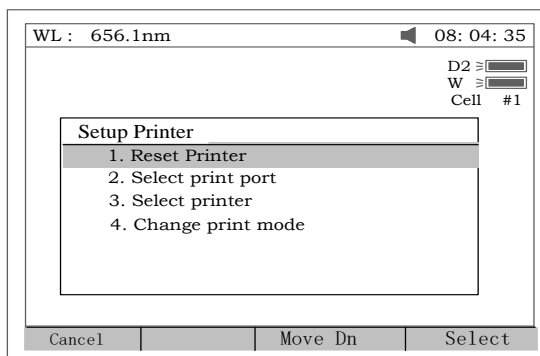
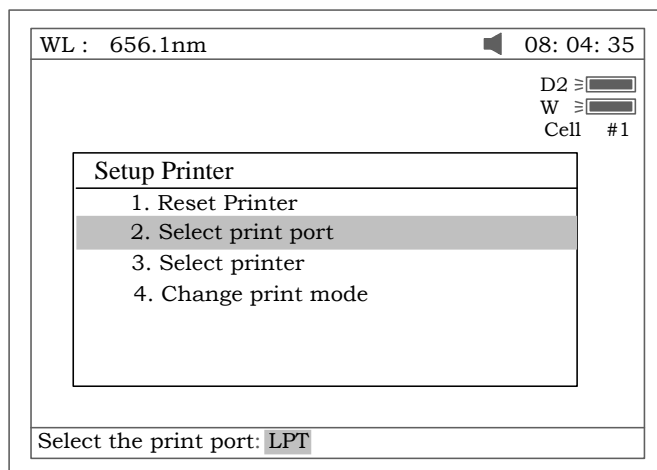
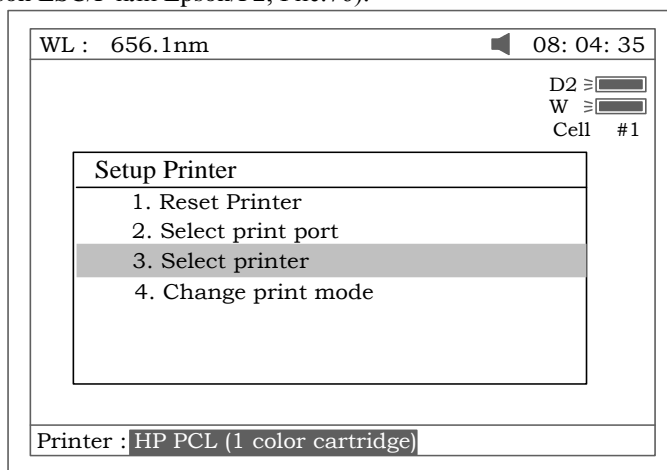
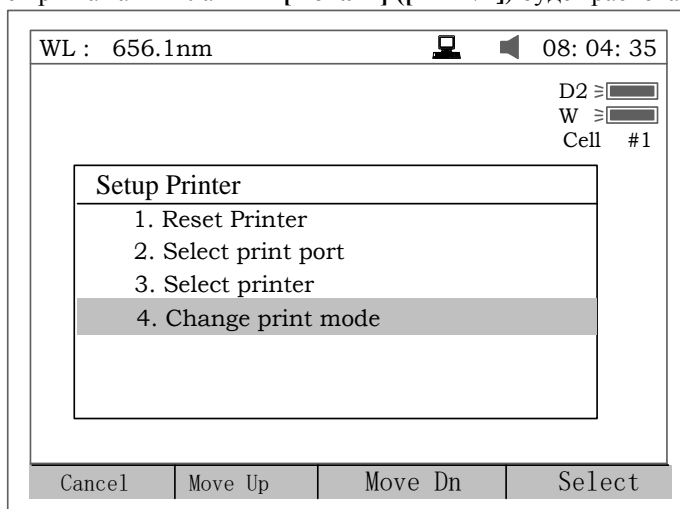

Рис. 74
Рис. 75
Рис. 76
Рис.77
Для установки принтера нажмите клавишу[2] (Рис. 74). Для отмены нажмите клавишу [Отмена] (ESC).
1. Для сброса установок принтера нажмите клавишу[1] в окне, показанном на Рис. 74.
2. Для выбора порта для принтера нажмите клавишу[2] в окне, показанном на Рис. 74 (LPT или Comm., Рис. 75).
3. Для выбора принтера нажмите клавишу [3] в окне, показанном на Рис. 74 (HP PCL (1 цветной картридж), PCL (ч/б режим), Epson ESC/P или Epson/P2, Рис.76).
4. Для смены режима печати нажмите клавишу [4] в окне, показанном на Рис. 74. При первом нажатии клавиши [4] маленький значок появится сверху на экране (Рис. 77). В этом окне при нажатии клавиши [Печать] ([PRINT]) все позиции на экране будут распечатаны. После второго нажатия клавиши [4] значок исчезнет. В этом окне при нажатии клавиши [Печать] ([PRINT]) будет распечатан отчет измерения.